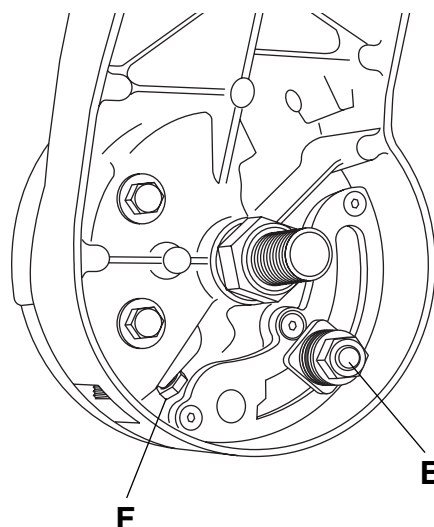

Figure 2. Réglage de la butée d'inclinaison à 45° à gauche
5. Placez la clé plate de 10 mm sur la tête de boulon « F ». Tout en tournant le boulon « F », observez l'inclinaison de la lame et continuez jusqu'à ce que la lame soit alignée sur la surface à 45° de l'équerre combinée (Figure 2).
2. Placez la clé plate de 17 mm sur la tête du boulon « E » (Figure 2).